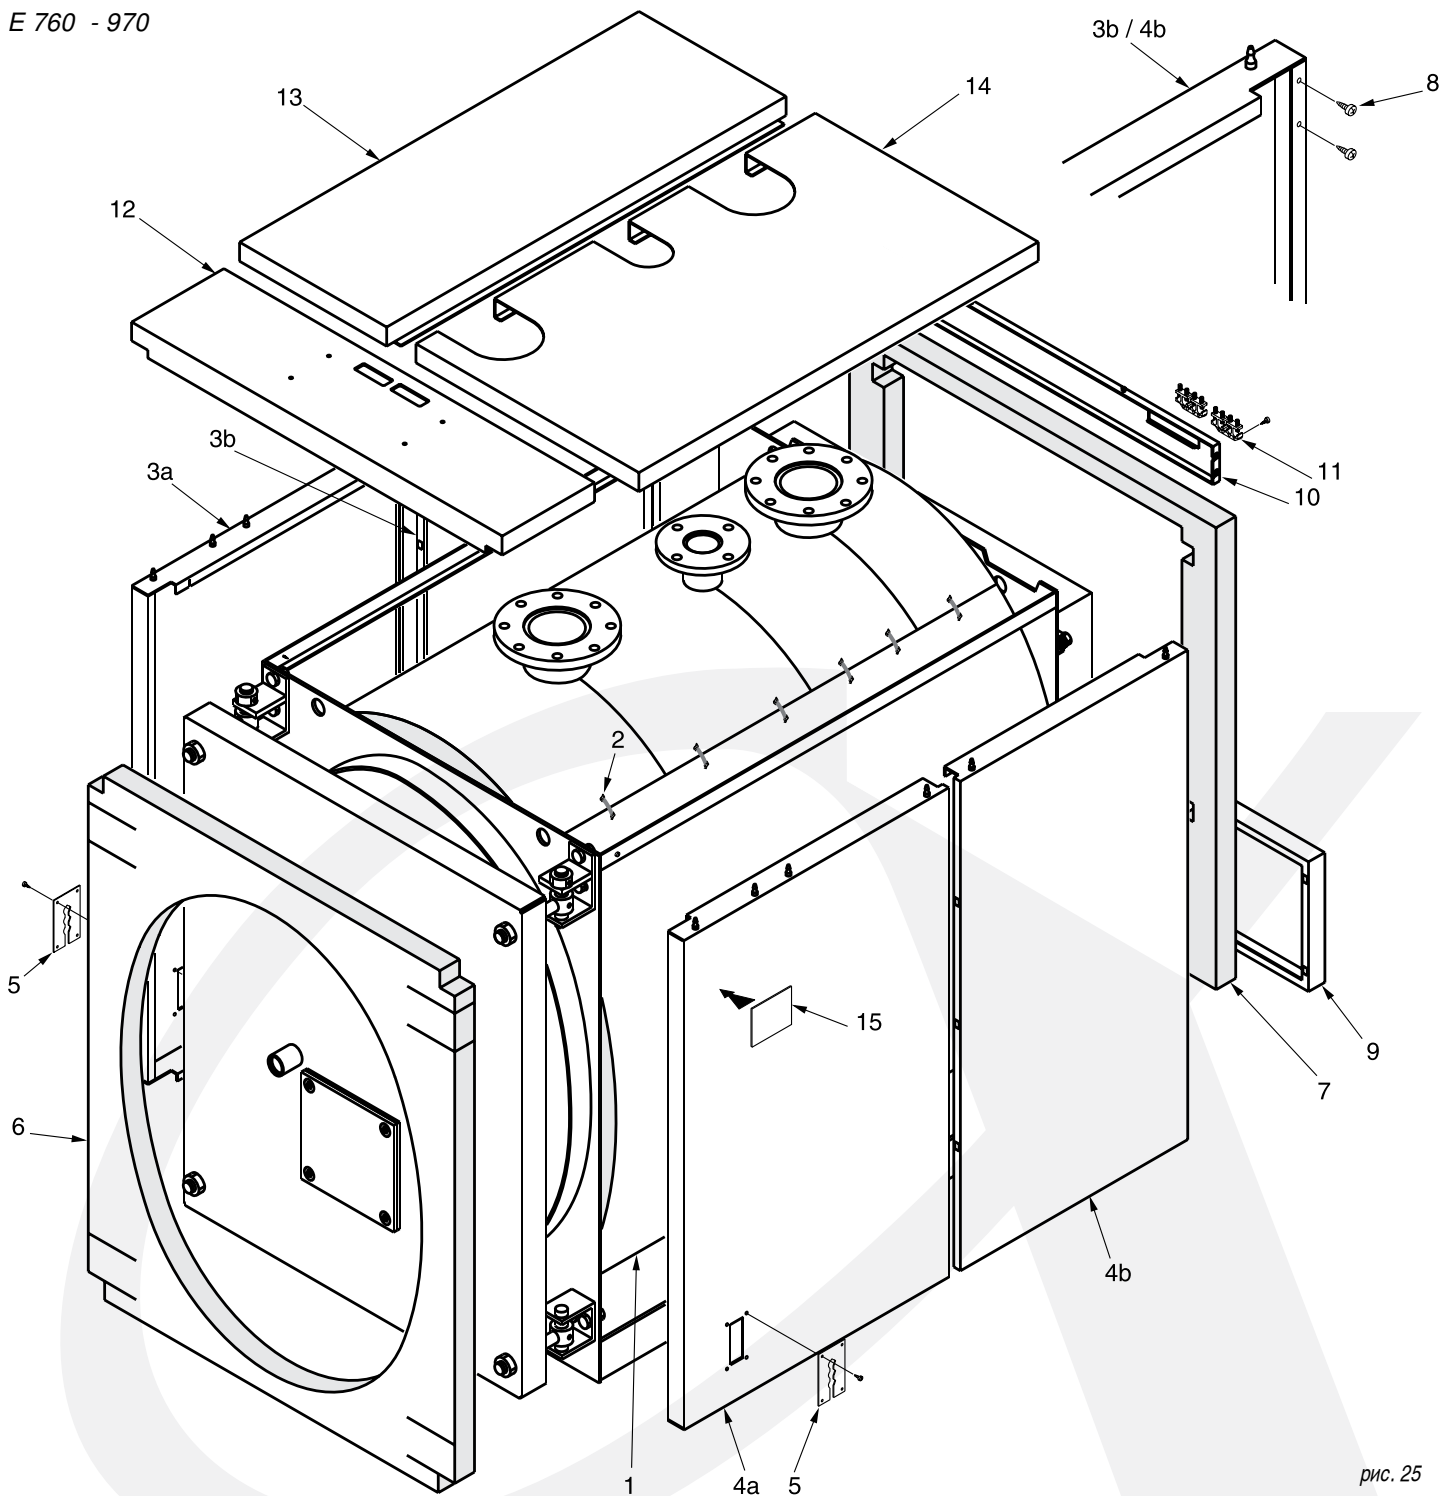

рис. 25
**N.B.** Для модели **E 630** (см. рис. 23) и для моделей от **E 760 до E 2200** (см. рис. 25 и 26), обшивка и изоляция находятся в трех упаковках маркированных:
### Последовательность монтажа (см. рис. 25)